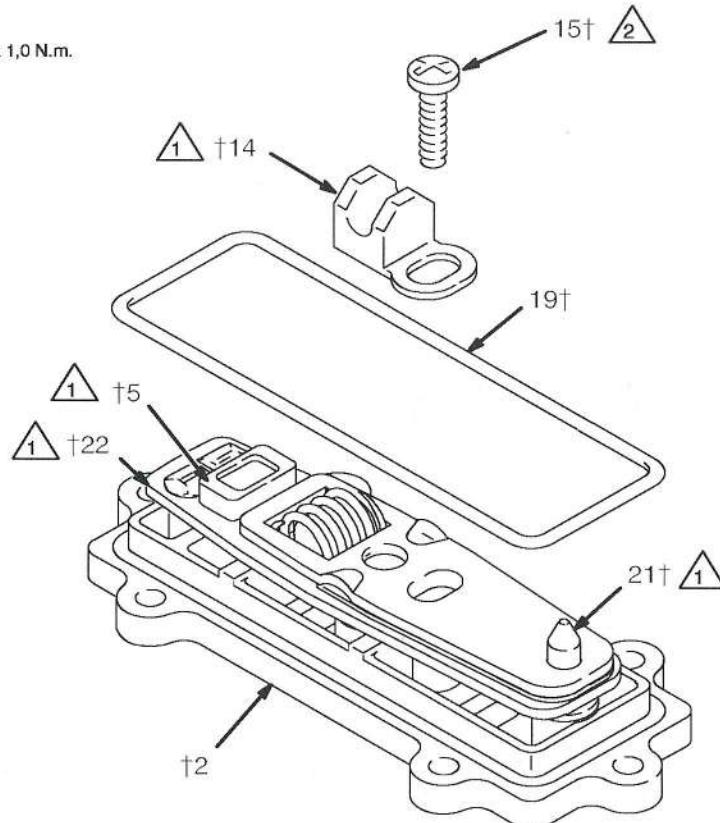

Fig. 14
8. Engrase las superficies internas de la montura de desplazamiento (14) e instálela como indica la Fig. 14. Sujete firmemente el varillaje, manteniéndolo en su lugar, e instale el tornillo (15). Apriete a un par de 0,8 a 1,0 N.m. Instale la junta tórica (19) en la tapa (2).